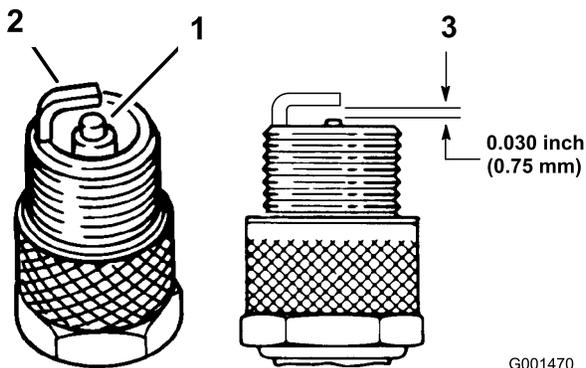

Figura 25
- Mire la parte central de las bujías (Figura 25). Si se observa un color gris o marrón claro en el aislante, el motor está funcionando correctamente. Si el aislante aparece de color negro, significa que el limpiador de aire está sucio.
- Compruebe la separación entre los electrodos central y lateral (Figura 25). Si la distancia no es correcta, doble el electrodo lateral (Figura 25).
- Conecte los cables a las bujías (Figura 25).